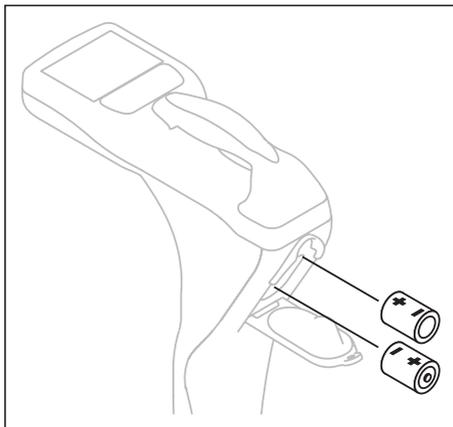

Fig. 13: Troca de pilhas no recetor – Polaridade das pilhas
3. Coloque as pilhas novas. Preste atenção à polaridade correta (fig. 13).